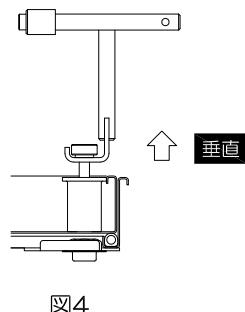

図4
- 専用鍵ハンドルのフック部をボルトに挿し蓋を持ち上げて下さい。（図4）